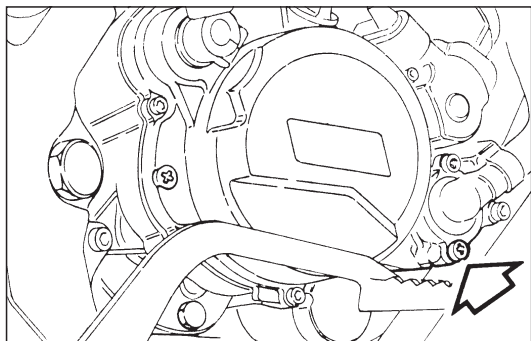

Fig. 28
- ◆ Positionner un récipient, ayant une capacité supérieure à 1,5 l, sous la vis de vidange (Fig. 28).